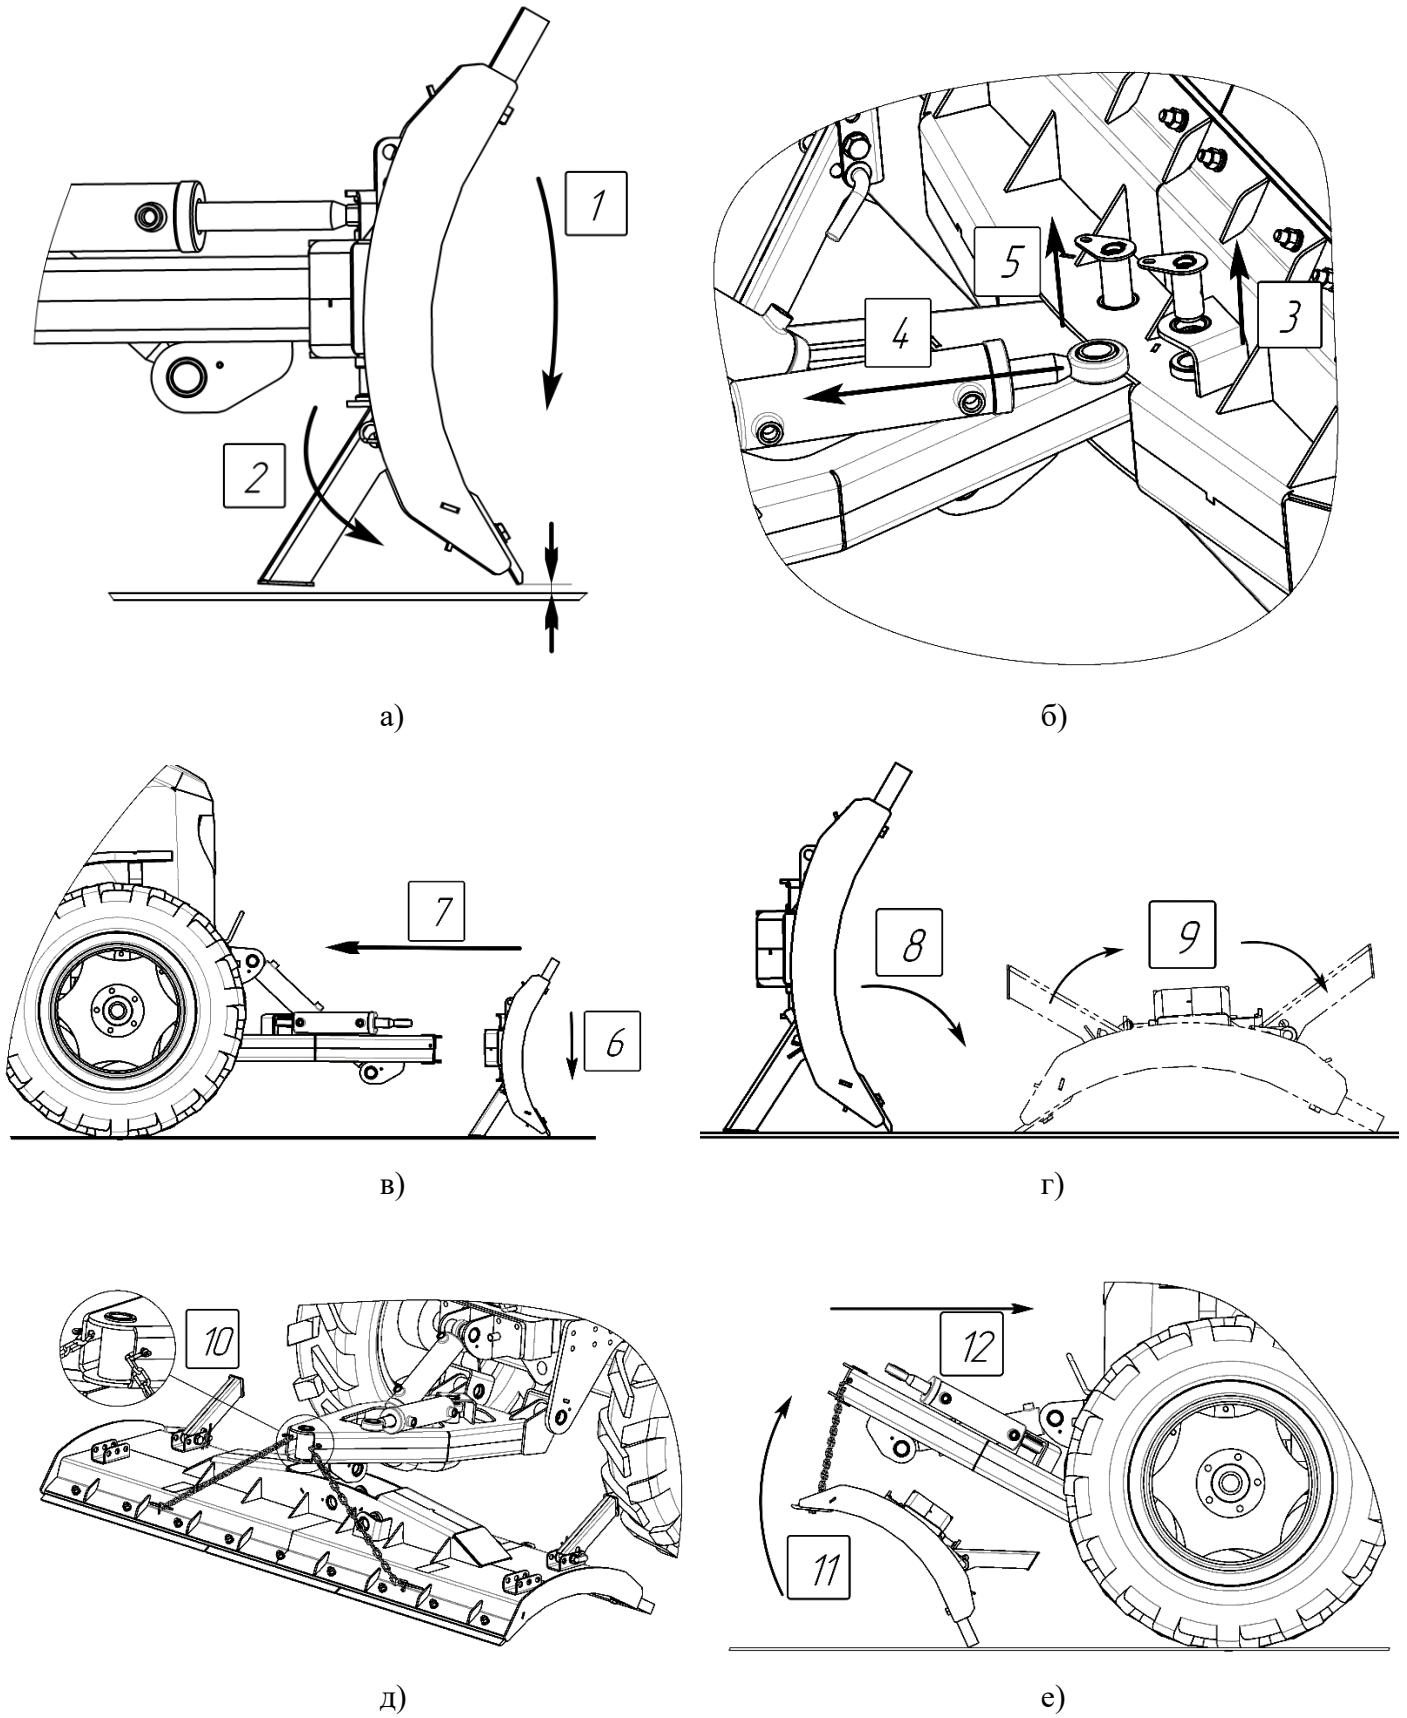

Рисунок 17 – Отсоединение лопаты
- установить лопату прямо и опустить её на ровное основание так, чтобы рабочая кромка ножа была на высоте 3-5 см от земли и откинуть опоры (Рисунок 17 а);
- вынуть пальцы, соединяющую лопату с рамой и гидроцилиндром, втянуть шток ГЦ поворота лопаты; (Рисунок 17 б);
- опустить лопату на землю и выехать трактором из зацепления с лопатой (Рисунок 17 в);
- опрокинуть отвал через переднюю кромку на землю, переставить опоры на противоположные кронштейны (Рисунок 17 г);
- подъехать трактором с противоположной стороны, опустить раму до касания с лопатой, зацепить цепи к раме и отвалу с помощью такелажных скоб (Рисунок 17 д);
- поднять лопату с помощью гидроцилиндра подъёма и отъехать трактором назад до касания опорами лопаты земли (Рисунок 17 е);